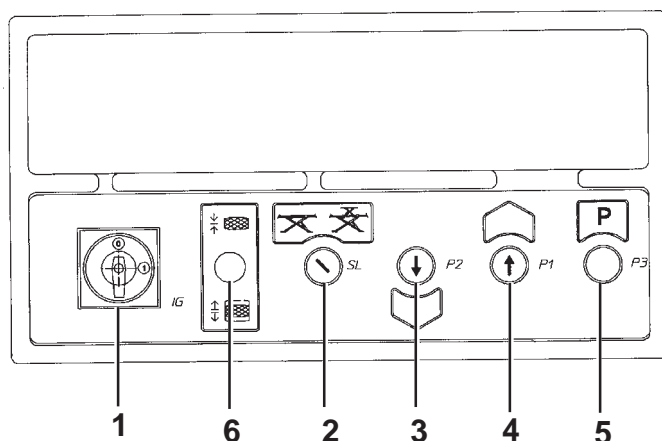

Fig. 32
Salita. (Rif. Fig.32) Interruttore generale (1) in posizione 1. Selettore (2): posizione 0 attivazione sollevatore principale. Selettore (2): posizione 1 attivazione sollevatore integrato. Premere il pulsante di salita (4) fino al raggiungimento dell'altezza voluta.
Up - (Ref. Fig. 32) Master switch (1) in position 1.
Heben. (Zu Abb. 32). Hauptschalter (1) in Schaltstellung "1" setzen. Wählschalter (2): Schaltstellung "0" Inbetriebsetzung der Hebebühne. Wählschalter (2): Schaltstellung "1" Inbetriebsetzung des Achshebers. Die Taste "Heben" (4) drücken, bis die gewünschte Höhe erreicht wird.
Montée. (Réf. Fig. 32) Interrupteur principal (1) sur la position 1.
Subida. (Ref. Fig.32) Interruptor general (1) en posición 1.